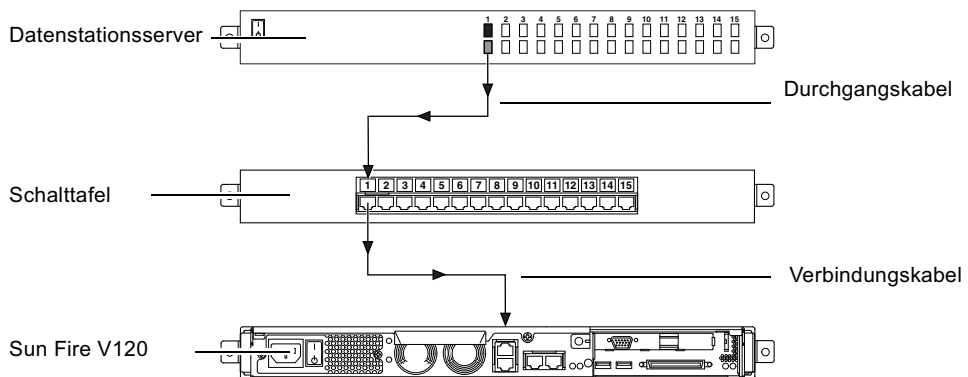

ABBILDUNG 6-3 Schalttafelverbindung zwischen einem Datenstationsserver und einem Sun Fire V120-Server.
- Schließen Sie ein Kreuzkabel an eine Schalttafel an, und verwenden Sie ein Durchgangskabel zum Anschließen der Schalttafel an den Sun Fire V120- oder Netra 120-Server (siehe ABBILDUNG 6-3).